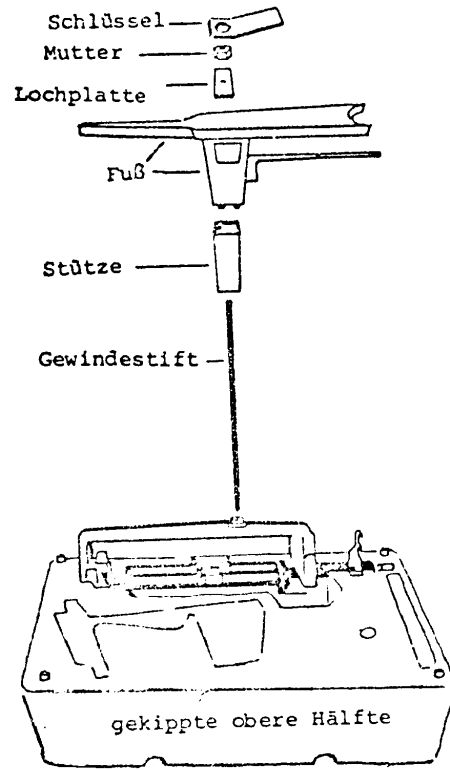

Abb. 3
- 3 Nehmen Sie den Balkenkopf aus dem unteren Styropor-Behälter und setzen Sie ihn umgekehrt in die Mulde des oberen Behälters (siehe Abbildung 3).